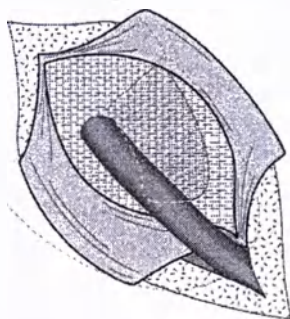

Рисунок 4
- ☐ Закройте клапан на сетке (см. рис. 4). Можно несколько раз скорректировать форму сетки, чтобы обеспечить максимально правильное смыкание разреза. Разместите большую кривизну сетки вдоль всей длины паховой связки, расправьте сетку так, чтобы семенной канатик располагался в центре, а сетка полностью покрывала все слабые места брюшной стенки в ране.